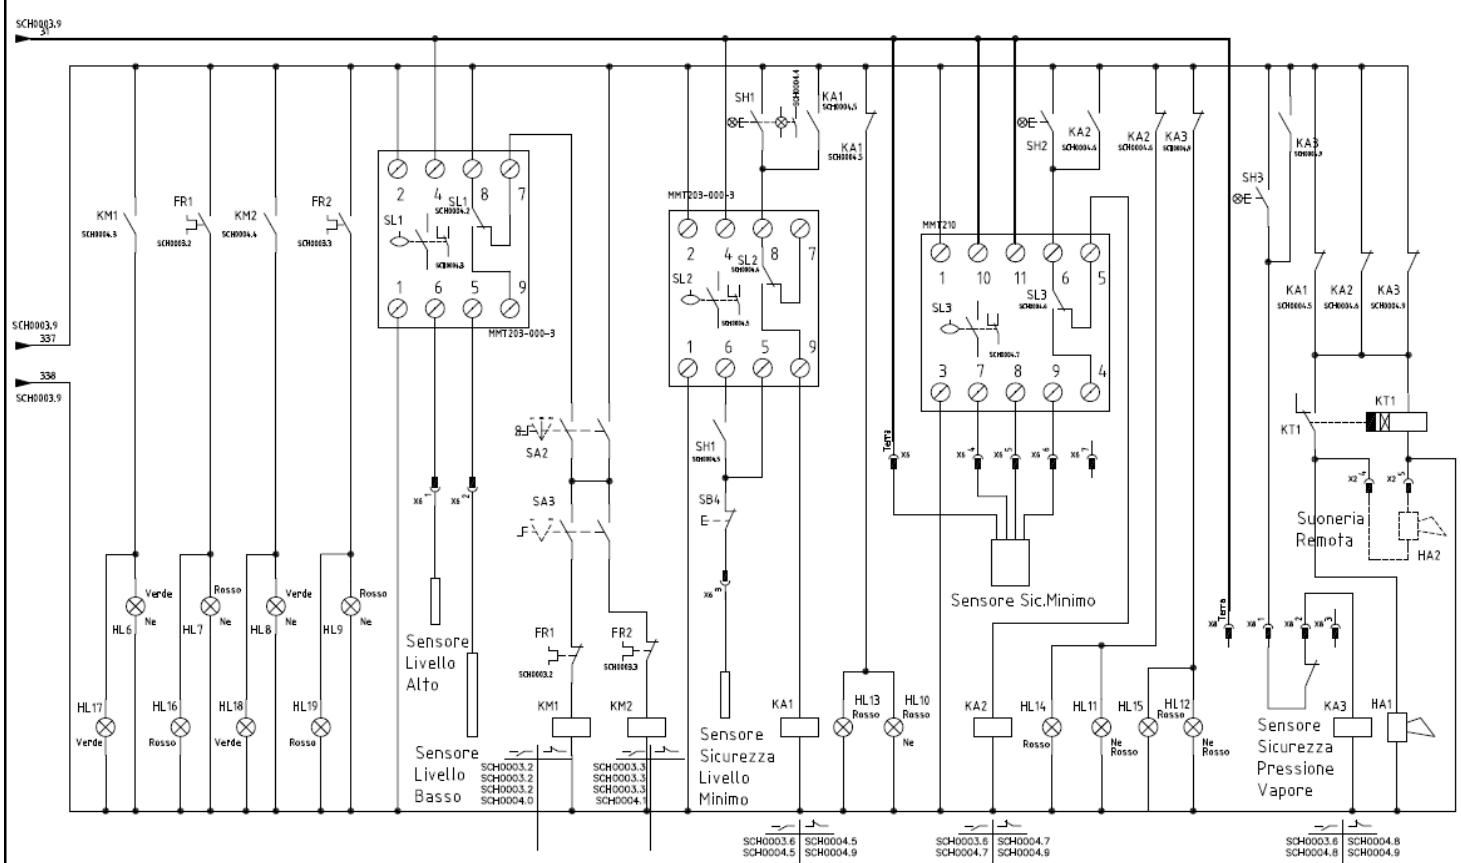

Рисунок 4
- снять крышку реле давления и повернуть регулировочный диск шкалы (3) до значения, определенного на основании графика на рисунке 4 на стр. 11 и соответствующему желаемому дифференциальному значению шкалы (2) + дифференциал – давление при котором реле останавливает работу горелки.
- дифференциальный диск (3) должен быть установлен в соответствии с графиком на рис. 4